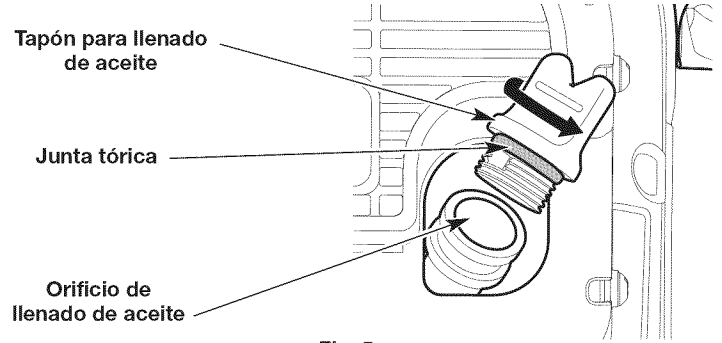

Fig. 5
2. Desensrosque el tapón de llenado de aceite (Fig. 5).
3. Vierta todo el contenido del recipiente dentro del orificio de llenado de aceite (Fig. 5). **NO** llene el depósito en exceso. Consulte *Control del nivel de aceite*.
**NOTA:** Compruebe que la junta tórica esté en su lugar en el tapón de llenado de aceite (Fig. 5).